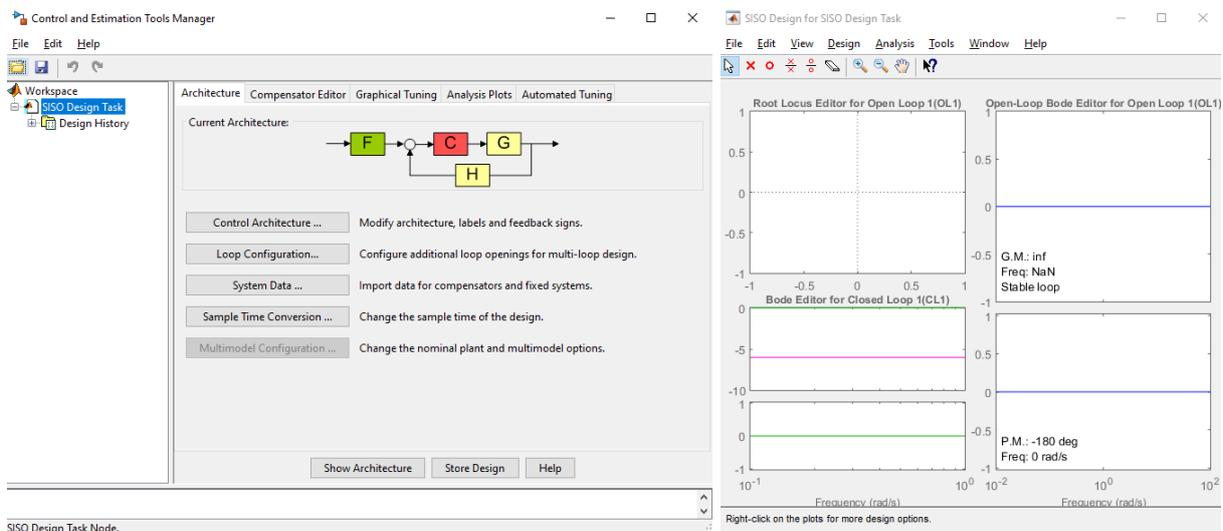

FIGURE 1 – Fenêtres de Sisotool
- la fenêtre de paramétrage de Sisotool, représentée à gauche sur la Figure 1,
- la fenêtre regroupant les différentes réponses fréquentielles, représentée à droite sur la Figure 1.